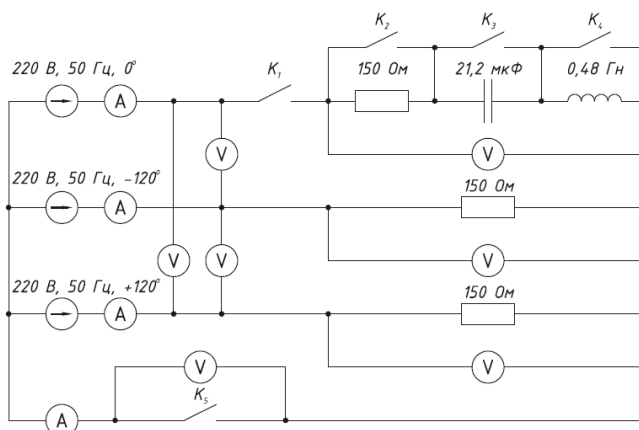

Рис. 3
1. Запустить программный комплекс Multisim. Собрать схему, изображенную на рис.3.